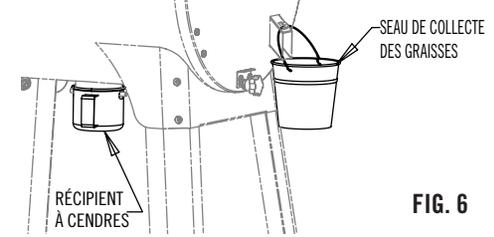

FIG. 6
- Monter le récipient à cendres comme indiqué à la Fig. 6. Ne jamais utiliser le barbecue sans y monter le récipient à cendres.